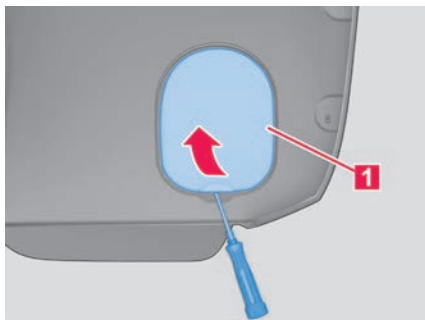

Abb. 165 In der Radhausschale: Serviceklappe für Nebelscheinwerfer (Prinzipdarstellung).
1. Serviceklappe in der Radhausschale mit dem Schraubendreher öffnen → **Abb. 165 1**.
→ **Abb. 165 1**.